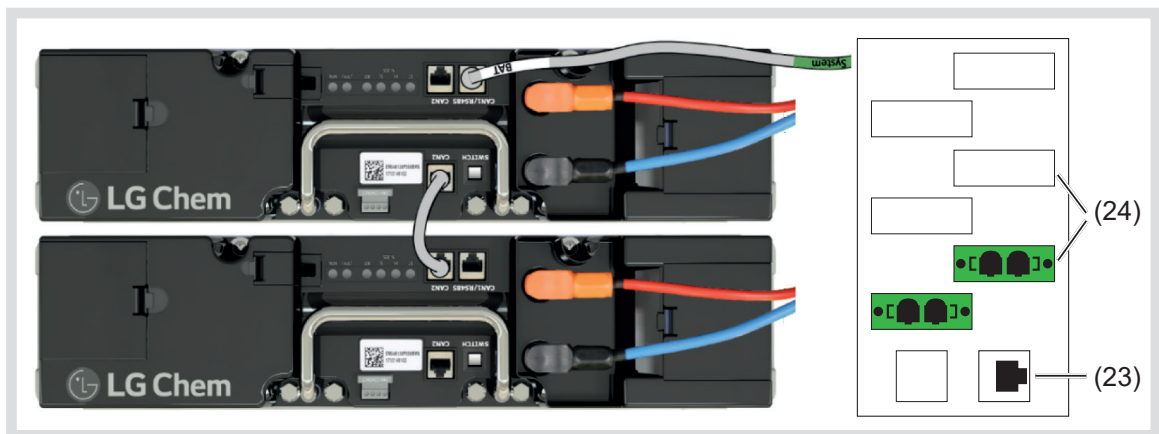

Bild 38: Batteriemodul-Anschluss mit 2 Batteriemodulen
- Die grünen Stecker der Batterie-Leistungskabel (20) des Master-Batteriemoduls und des Slave-Batteriemoduls jeweils in eine Batteriebuchse (24) des Batterie-Anschlussfeldes stecken (Bild 38) und durch anschrauben der Steckerschrauben sichern.
- Den grün gekennzeichneten RJ45-Stecker (a) des Master-Kommunikationskabels (21) in die RJ45-Buchse (23) des Batterie-Anschlussfeldes stecken.
- Den weiß gekennzeichneten RJ48-Stecker (b) des Master-Kommunikationskabels (21) in die RJ48-Buchse **CAN1/RS485** (11) des Master-Batteriemo-
duls verbinden (Bild 38).